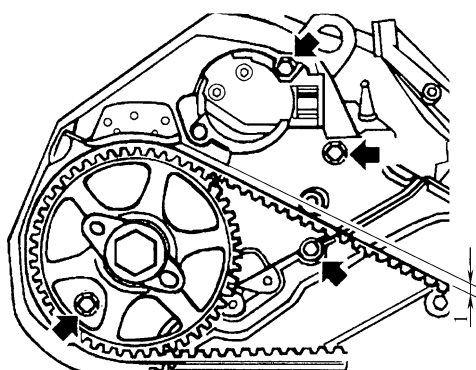

图 1-34 测量正时带顶部与右侧正时带导板之间的间隙（右气缸盖）
9) 测量右侧正时带导板与正时带顶部之间的间隙，如图 1-34 所示，规范值应为 1mm。